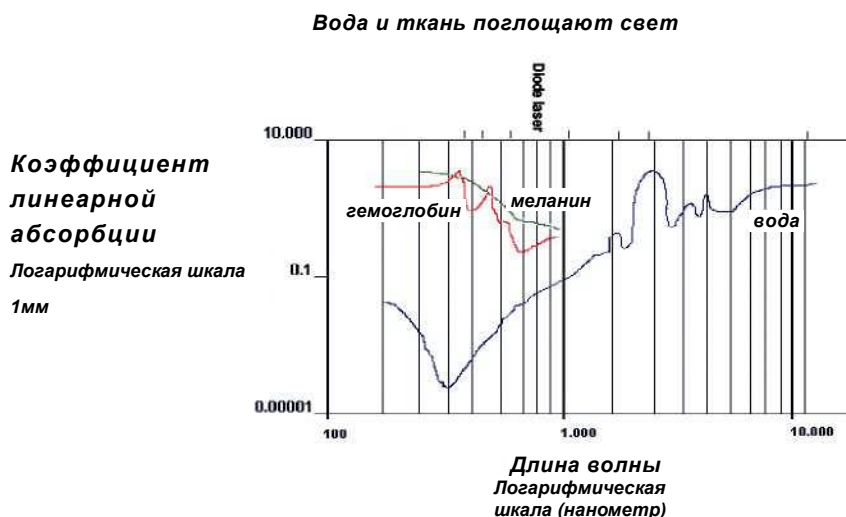

Рис. 8.1 Вода и ткани поглощают свет
изменяется наравне с длиной волны излучения. Большая часть забирается водой (рис. 8.1), которая является главным абсорбером в спектре инфракрасного излучения (IR). Кроме того, в оптических полосах видимого и ближнего IR, излучение рассеяно, так как клеточный диаметр равен длине волны.
Преобладающая абсорбция. Как можно наблюдать на диаграмме рис. 8.1, ультрафиолетовая длина волны, включая линии эмиссии эксимерного лазера (190-350 нм), главным образом поглощаются основными органическими разновидностями. Подобное отношение показывают длины волны IR, например, соответствующие лазерам Ho:YAG, Er:YAG и CO₂ (2--10 μm), которые подвергаются массивной абсорбции, главным образом, за счет содержания воды в тканях. В этих случаях глубина проникновения радиации (формально определяемая как $L=1/\alpha$, где α - коэффициент поглощения или абсорбции в ткани), оказывается равной нескольким дюжинам микрометров, и явление рассеивания может игнорироваться в пределах распространения.